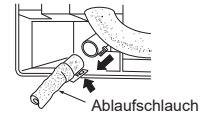

Fig. 2
- 3) Ziehen Sie den Ablaufschlauch links hinten am Innengerät heraus. (Fig. 2)